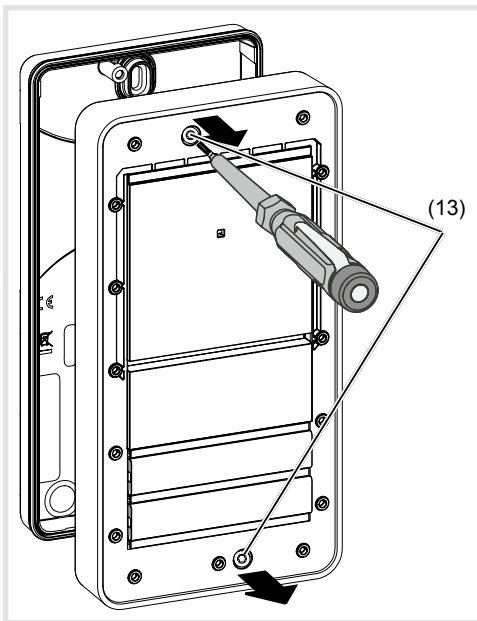

Figura 4: Prima apertura 1
- Svitare le due viti (13) della stazione da porta (figura 4).